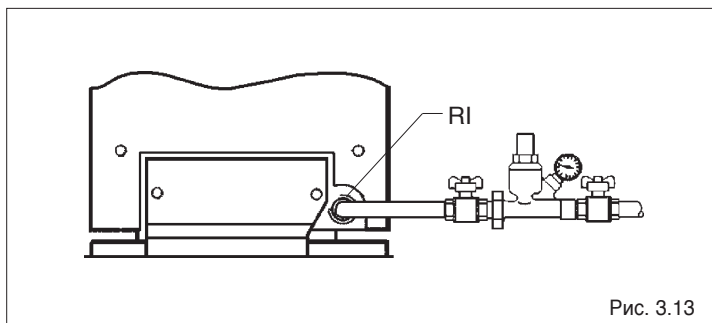

Рис. 3.13
- Закройте всю запорную арматуру на водопроводе (Рис. 3.13).